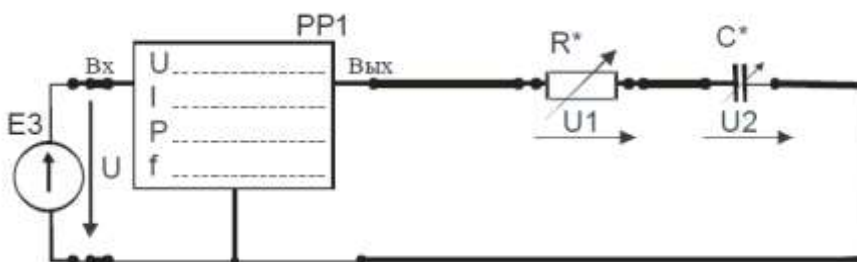

Рис.19.
2. Собрать электрическую цепь с последовательным соединением резистора R^* и конденсатора C^* (рис. 19), используя элементы цепи в соответствии с заданным вариантом (табл. 18). В качестве резистора R^* использовать перестраиваемый резистор R10 в соответствующей позиции переключателя (табл. 18). У цифровых амперметров установить режим измерения переменного тока. Предъявить схему для проверки преподавателю.